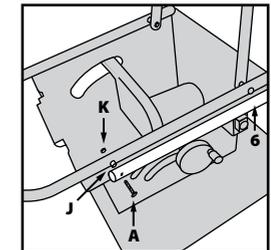

Fig. 9
- Reliez l'élément **3** au reste du piètement, à l'aide des fixations restantes **A**, **J** et **K** (**Fig. 9**). Écarter l'élément **4** peut faciliter cette opération.